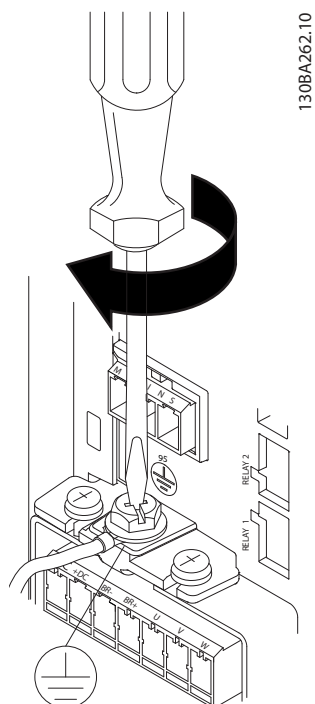

Рисунок 3.9 Подключение заземляющего кабеля
2. Подключите заземляющий кабель, как показано на *Рисунок 3.9*.